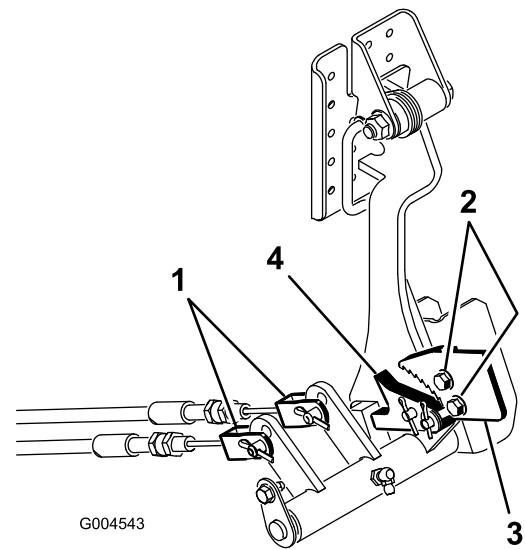

Bild 74
2. Lösen Sie die zwei Schrauben, mit denen die Sperre der Feststellbremse am Rahmen befestigt ist (Bild 74).
3. Drücken Sie das Pedal der Feststellbremse nach vorne, bis der Bremsauslöser ganz an der Bremssperre greift (Bild 74).
1. Entfernen Sie die Splint und Lastösenbolzen, mit denen die Bremszüge an der Bremspedalstange befestigt sind (Bild 74).